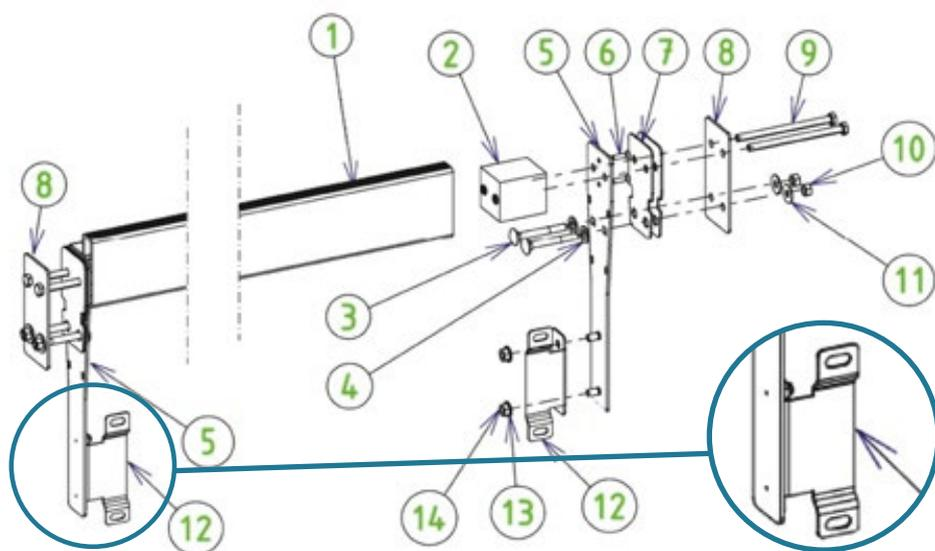

Figure 42 – Assemblage et montage de la poutre
Les étapes de montage de la poutre sont illustrées à la *Figure 42*. La visserie nécessaire à ce montage se trouve dans le sachet Y. Sur cette figure, la paroi de bois est située entre les pièces 7 et 8, et le liner est situé entre les deux joints (7) en caoutchouc.
Montez les deux équerres de support de parois de séparation (12) sur les platines (5) par le biais de quatre écrous (14) et quatre rondelles (13) de diamètre 8 mm en inox A4. Les avancées sur lesquelles de situent les trous oblongs sur les équerres (12) doivent se situer du même côté de la poutre (voir zoom Figure 42).
Pour finir, fixez la paroi de séparation sur les équerres (pièce 12 de la Figure 42) grâce à quatre vis (7) à tête poêlier 8 × 16, quatre rondelles et quatre écrous de diamètre 8 mm en inox A4.